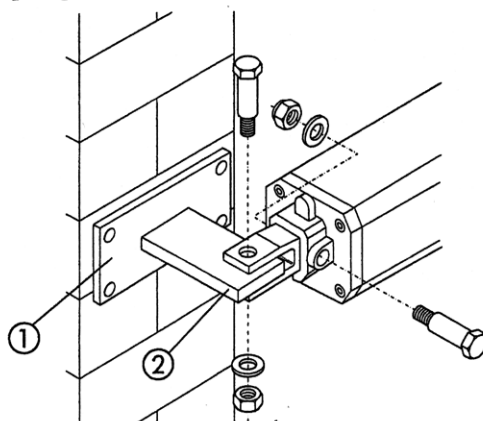

Fig. 4
W przypadku słupa metalowego spawać dokładnie przyłącze (odn.2,Rys.4) bezpośrednio do słupa.
W przypadku słupa murowanego zamocować odpowiednio płytę do muru (odn.1,Rys.4). Następnie spawać dokładnie przyłącze do płyty jak na Rys.4.
- 2) Zamocować siłownik do przyłącza tylnego za pomocą śrub z wyposażenia (rys.4).